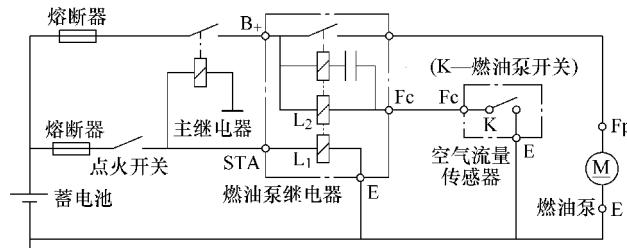

图 5-13 L型燃油喷射系统燃油泵控制电路
2) L 型燃油喷射系统燃油泵（燃油泵开关）控制电路如图 5-13 所示。